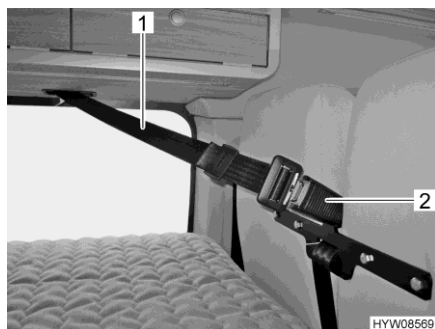

Fig. 8 Schienale (bloccato)
- Infilare la cinghia (Fig. 8,1) sotto l'armadietto a tetto nella chiusura (Fig. 8,2) sullo schienale.